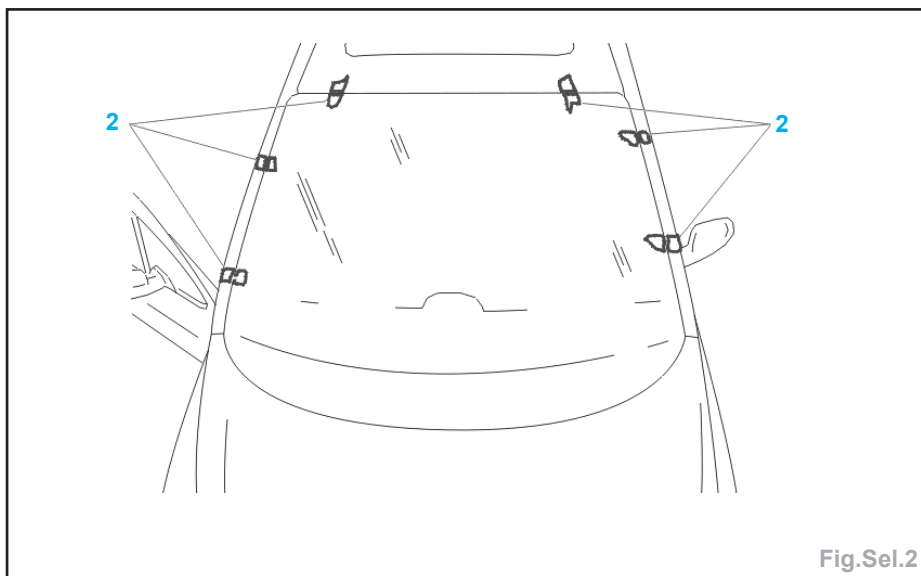

Fig.Sel.2
- Centrer le pare-brise et positionner des rubans adhésifs (2) (Fig.Sel.2).